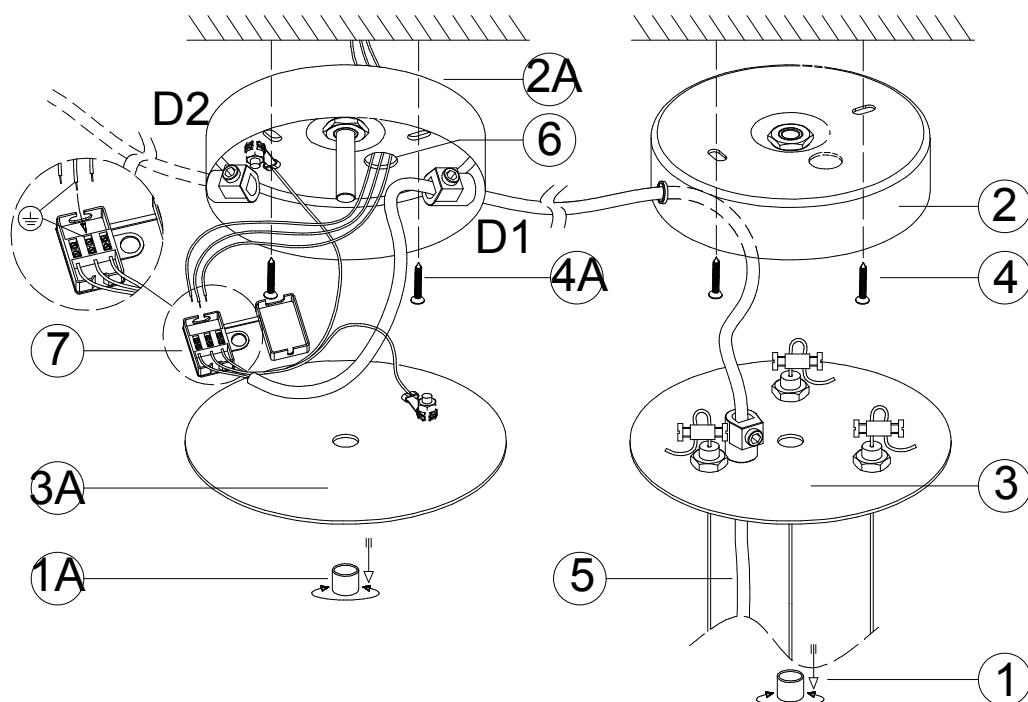

FIG. 1
- Close the canopy (3) to the bracket (2) screwing part (1), pay attention not to damage or pinch the electric cables.
- Pass network's cables through the bracket's (2A) hole (6) and put it to the ceiling with screws and blocks (4A).
- Pick cable (5) from bracket's (2) side hole and put it onto bracket's (2A) D1 cable clamp, then connect to the terminal box (7), making sure to insert the yellow/green cable to the clamp marked with the earth symbol. (repeat this operation in case of D2).
- Close the canopy (3A) to the bracket (2A) screwing part (1A), pay attention not to damage or pinch the electric cables (FIG.1).
- Svitare il particolare (1) per liberare la scatola di fissaggio (2) dal rosone (3).
- Fissare la scatola di fissaggio (2) al soffitto con le apposite viti e tasselli (4).
- Passare il cavo elettrico (5) nell'apposito foro con il blocco cavo del rosone (3), stringerlo, quindi farlo uscire dal foro laterale della staffa di fissaggio (2) (FIG.1).
- Richiudere il rosone (3) alla scatola di fissaggio (2) avvitando il particolare (1), facendo attenzione a non pizzicare cavi elettrici o metallici.
- Passare i cavi di rete nell'apposito foro (6) della scatola di fissaggio (2A) e fissare la scatola di fissaggio (2A) al soffitto con le apposite viti e tasselli (4A).
- Prendere il cavo elettrico (5) che fuoriesce dal foro laterale della scatola di fissaggio (2) ed infilarlo nel foro laterale con il blocco cavo D1 della scatola di fissaggio (2A), stringerlo, quindi eseguire i collegamenti elettrici nella morsetteria (7), facendo attenzione ad inserire il cavo giallo verde nel morsetto centrale contrassegnato dal simbolo di terra (ripetere le operazioni fin qui eseguite in presenza di un doppio decentramento D2).
- Richiudere il rosone (3A) alla scatola di fissaggio (2A) avvitando il particolare (1A), facendo attenzione a non pizzicare cavi elettrici o metallici (FIG.1).
- Schrauben (1), um die Halterung (2) von der Kappe (3) zu befreien.
- Legen Sie die Halterung (2) an der Decke mit Schrauben und Blöcke (4).
- Pass-Kabel (5) durch die Halterung (3) Loch und verriegeln Sie die Kabelklemme, dann lassen Sie es von einer Seite der Kappe (3) (Abb. 1).
- Schließen Sie die Haube (3) an der Halterung (2) Verschraubung Teil (1), achten Sie nicht zu beschädigen oder zu kneten die elektrischen Leitungen.
- Pass Netzwerks Kabel durch die Klammer des (2A), Loch (6) undsetzte sie an der Decke mit Schrauben und Blöcke (4A).
- Pick-Kabel (5) aus der Halterung zu (2) seitliche Loch und legte es aufKonsole die (2A) D1 Kabelklemme, dann zum Klemmenkasten (7) zu verbinden, und achten Sie auf die gelb / grüne Kabel an der Klemmemit der Erde markiert einfügen Symbol. (wiederholen Sie diesen Vorgang bei D2).
- Schließen Sie den Baldachin (3A) an der Halterung (2A) schrauben(1A), achten Sie nicht zu beschädigen oder zu kneten die elektrischen Kabel (Abb.1).
- La pièce dévisser (1) pour libérer le support (2) de la voilure (3).
- Mettre le support (2) au plafond par des vis et des blocs (4).
- Faites passer le câble (5) à travers le support (3) de trou et freiner le serre-câble, puis le laisser sortir d'un côté de la verrière (3) (figure 1).
- Fermez le couvert (3) sur le support (2) une partie de vissage (1), attention à ne pas endommager ou pincer les câbles électriques.
- Passez les câbles de réseau par le biais (2A), la console de trou (6) et le mettre au plafond avec des vis et des blocs (4A).
- Choisissez le câble (5) de trou du support de côté (2) et le mettre sur le support de (2A) serre-câble D1, puis se connecter à la boîte à bornes(7), en veillant à insérer le câble jaune / vert à la borne marquée avec la terre symbole. (répéter cette opération en cas de D2).
- Fermer la canopée (3A) sur le support (2A) vissage partie (1A), attention à ne pas endommager ou pincer les câbles électriques (fig.1).
- Откройте части (1), чтобы освободить кронштейн (2) от купола (3).
- Установите кронштейн (2) к потолку с помощью шурупов и блоков(4).
- Передайте кабель (5) с помощью (3) отверстие кронштейна и зафиксируйте зажим, то пусть это с одной стороны купола (3) (рис. 1).
- Закройте купол (3) к кронштейну (2) завинчивания части (1), обратите внимание, чтобы не повредить ил и ущипнуть электрических кабелей.
- Передайте сетевые кабели через (2A) отверстие кронштейна (6) и положить его к потолку с помощью шурупов и блоков (4A).